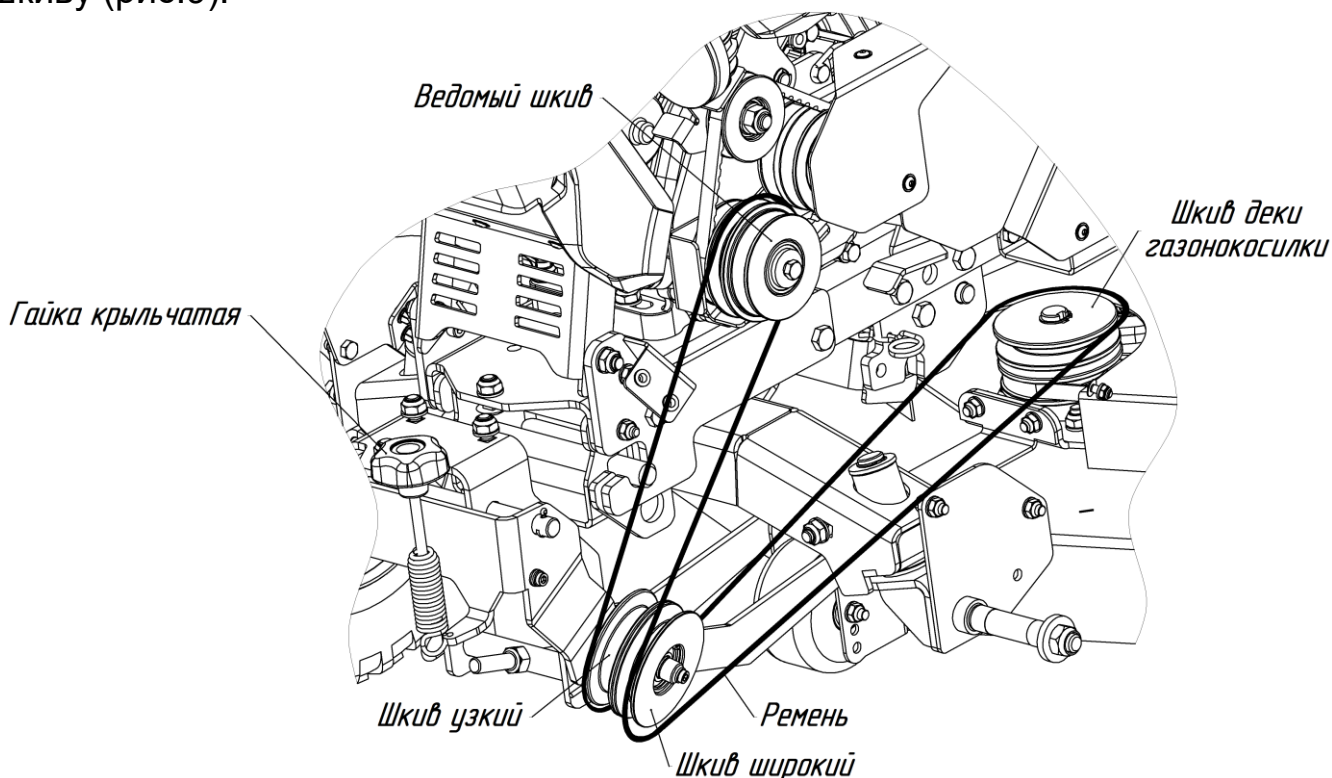

Рис.9. Установка ремня деки газнокосилки.
11. Установите ремень на ведомый шкив садового трактора, далее ведомая ветка ремня (на рисунке – верхняя) огибает шкив узкий (ближний к раме блока натяжения) сверху, затем следует к шкиву деки газнокосилки и возвращается шкиву широкому снизу, далее поднимается обратно к ведомому шкиву (рис.9).
После предварительной установки ремня, косилку необходимо опустить в рабочее положение рычагом подъема навесного оборудования на садовом тракторе и отрегулировать натяжение ремня (гайки крыльчатые 2 штуки (рис.9) затянуть). При нормальном натяжении прогиб верхних веток ремня под нагрузкой 10 кг не должен превышать 15 мм.